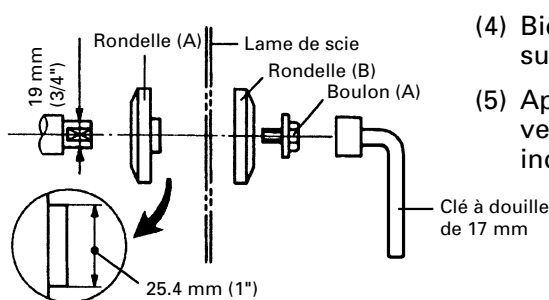

Fig. 25
1. Installation de la lame (Fig. 24-a, Fig. 24-b et Fig. 25)